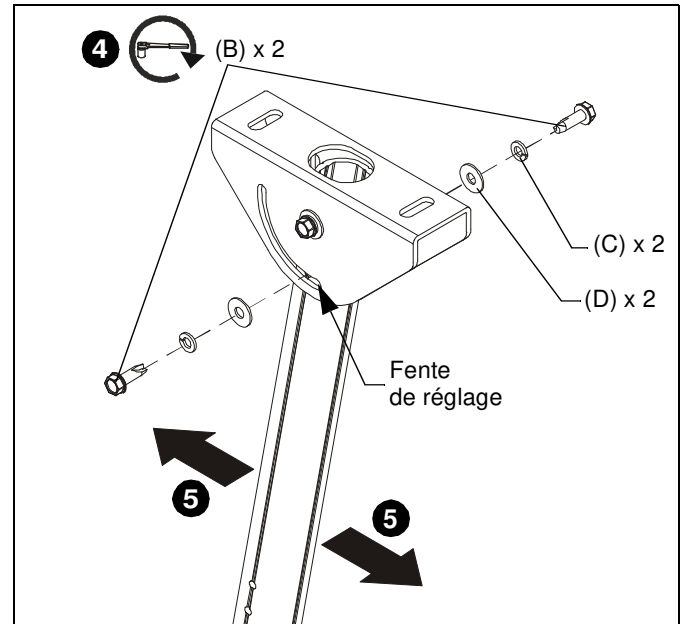

Figure 4
4. Finissez l'installation en serrant légèrement la colonne d'extension au CPA365 à l'aide de deux vis autotaraudeuses à tête hexagonale de 5/16-18 x 1" (B), deux rondelles frein fendues de 5/16" (C) et deux rondelles plates de 5/16" (D) dans la fente de réglage du CPA395 et dans le troisième trou de la colonne d'extension. (Voir la Figure 4)
5. Réglez la colonne d'extension à l'angle souhaité. (Voir la Figure 4)